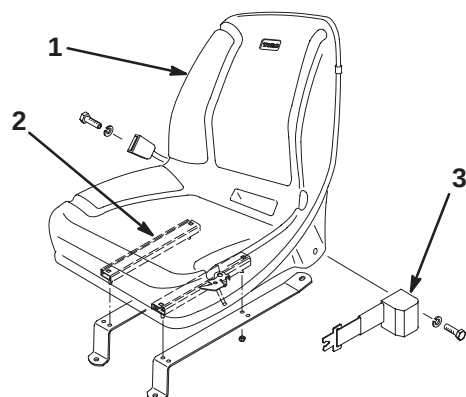

Bild 4
2. Sichern Sie die Sitzbefestigungen mit vier Bundmuttern (Standardsitz) oder vier Schrauben, Scheiben und Bundmuttern (Deluxe-Sitz) an den Sitzeinstellungen (Bild 4) ab. Die Befestigungsteile werden mit den Sitzbausätzen versandt.
3. Montieren Sie den Sitzgurt mit zwei Schrauben und Sicherungsscheiben (Standardsitz) oder zwei Schrauben und Sicherungsmuttern (Deluxe-Sitz) an den Löchern an beiden Seiten des Sitzes (Bild 4). Die Befestigungsteile werden mit den Sitzbausätzen versandt.